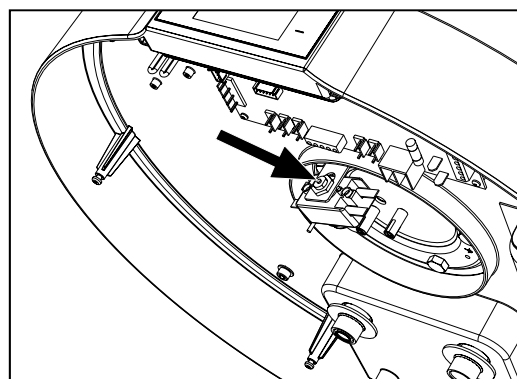

fig. 59 Réinitialisation du thermostat de sécurité
- Retirez le panneau avant et réinitialisez manuellement le thermostat de sécurité déclenché (fig. 59). En cas d'intervention, la broche centrale du thermostat sort d'environ 2 mm.